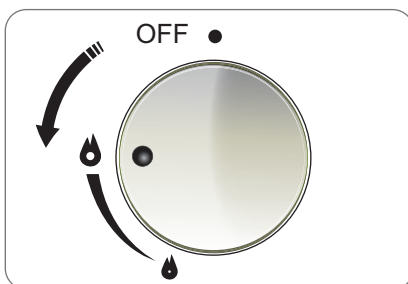

Fig. 4.8
- 3 - Premere il pulsante di accensione per generare la scintilla e attivare il fornello. Regolare l'intensità della fiamma agendo sulla manopola, in senso antiorario per aumentare l'intensità della fiamma e in senso orario per diminuirla (Fig. 4.8).